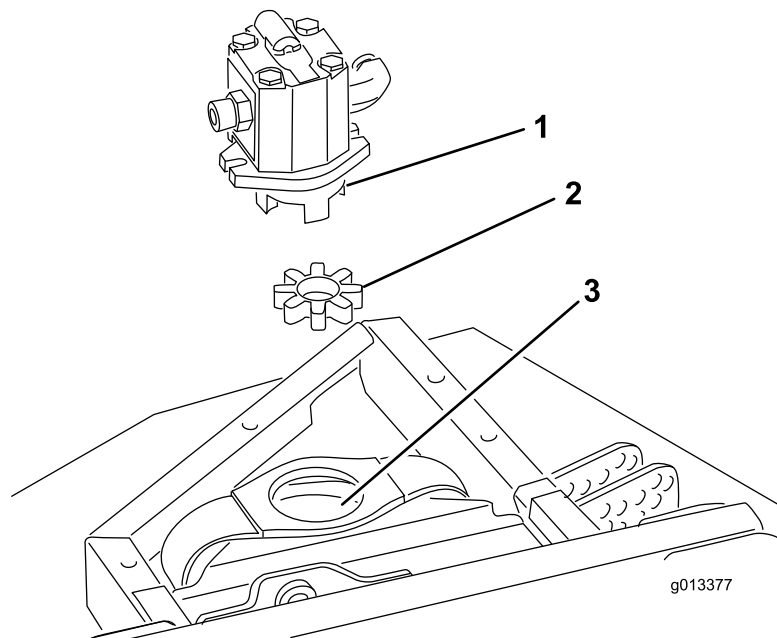

Figura 2
4. Retire la araña de enganche elastomérico del interior de cada acoplamiento de polea. Inspeccione la araña de enganche elastomérica, y cámbiela si está desgastada. Si no, guárdela para su instalación en la carcasa nueva (Figura 2).
**Nota:** Inspeccione el cubo de enganche de la araña, y cámbielo si está desgastado (Figura 2).